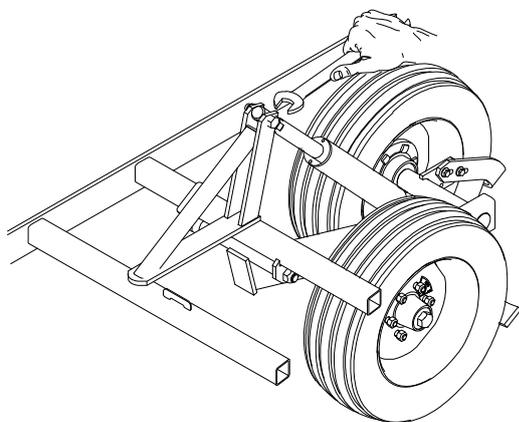

Рис. 6.5
3. Для перевода всей машины в горизонтальное положение отрегулируйте концы поршневых штоков подчиненных цилиндров. См. "Рис. 6.5".
Если на подчиненных цилиндрах недостаточно диапазона регулировки, можно переместить главный цилиндр в другое крепежное отверстие (А). См. "Рис. 6.5". Вышеуказанная регулировка является базовой. Для достижения 100% эффективности необходимо выполнить точную регулировку орудия в поле.